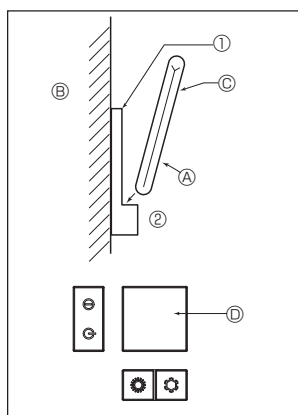

Fig. 7-7
2) Méthode d'installation (Fig. 7-7)
- ① Attachez le support de la télécommande à l'endroit voulu à l'aide de 2 vis à taraud.
- ② Mettez la partie inférieure de la télécommande dans le support.